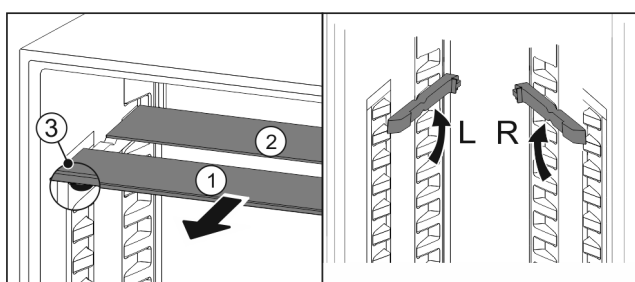

Fig. 62
- Skleněné desky jednotlivě vytáhněte dopředu Fig. 62 (1).
- Skleněná deska Fig. 62 (1) s ozdobnou lištou leží vpředu.
- Záračky Fig. 62 (3) směřují dolů.